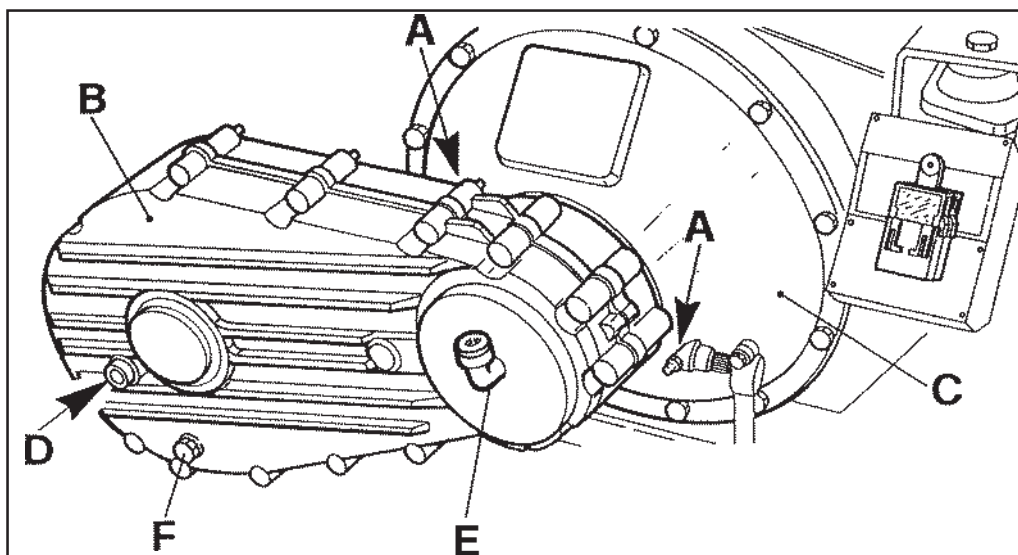

FIG. 23
Le niveau se vérifie du bouchon situé sur le carter tourné vers d'avant (Fig. 23 - Pos. D).
Le bouchon de remplissage est le détail se trouvant en Pos. E alors que celui de vidange est le détail se trouvant en Pos. F (Fig. 23).
Het controleren van het oliepeil (B) wordt altijd gedaan bij een koude motor. Het niveau wordt geverifieerd met de dop op die zich op de carter bevindt en naar voren wijst (Fig. 23 - Pos. D).
De dop voor het bijvullen van de olie bevindt zich op Pos. E, terwijl de dop voor het aftappen van de olie zich op Pos. F (Fig. 23) bevindt.
Si le levier est dur, graisser en petites quantités et plusieurs fois aussi bien l'embrayage avec vitesse qu'au point mort (Fig. 23 - Pos. A), en déplaçant le levier jusqu'à ce que l'arbre soit complètement libre.
Als de hendel stug is deze met een klein beetje vet en meermalen insmeren, zowel met ingeschakelde als met ontkoppelde koppeling (Fig. 23 - Pos. A), en daarbij de hendel heen en weer bewegen tot de as helemaal vrij blijkt te zijn.